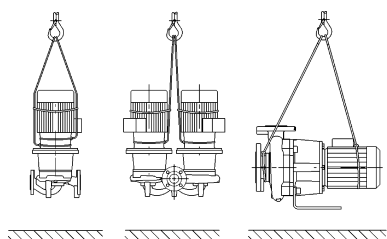

Fig. 7: Trasporto della pompa
- Gli occhioni per il trasporto sul motore servono solo per introdurre le cinghie durante il sollevamento (fig. 7).